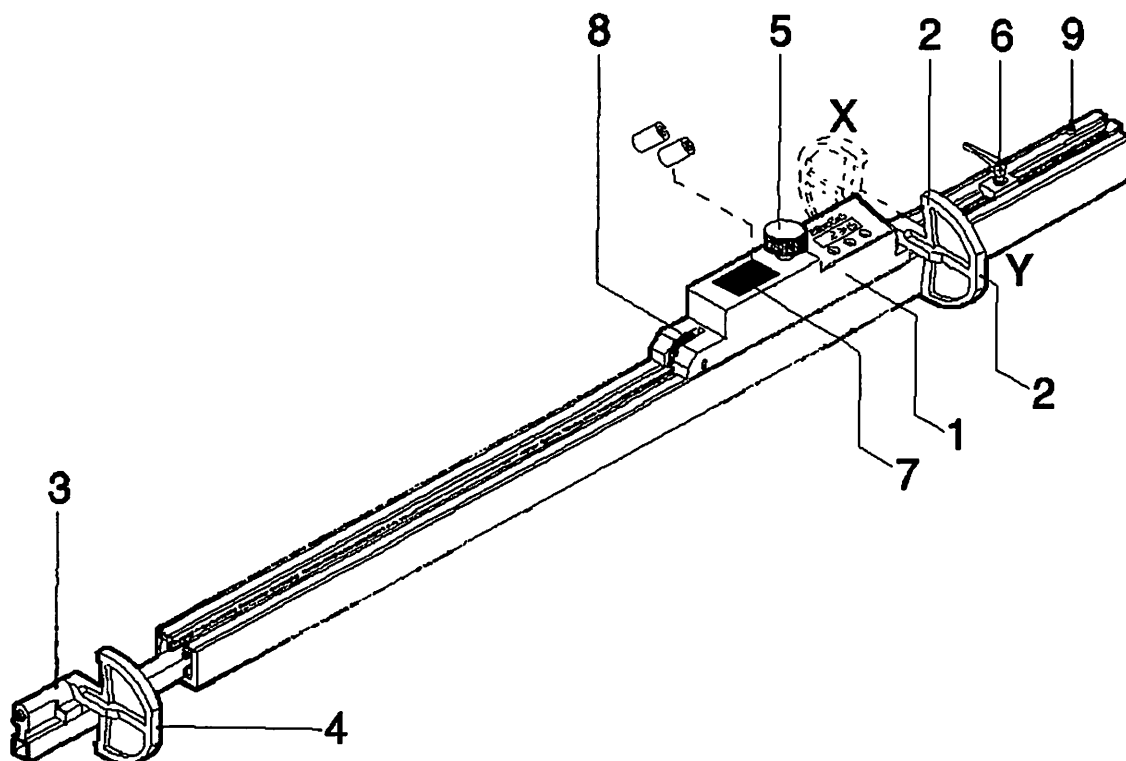

Abbildung 51 Längenanschlag mit „TELE DIGIT“
- Anschlagklappe (4) in Stellung X bringen
- Abstand zwischen Sägeblatt und Anschlagklappe (4) Abbildung 51) auf  $\frac{1}{10}$  mm genau ermitteln.
Zur Feineinstellung des Schiebers das Verstellrad (8, Abbildung 51) nach unten drücken und in die entsprechende Richtung drehen.
- Schieber und Auszug mit Klemmungen (5; 6, Abbildung 51) feststellen.